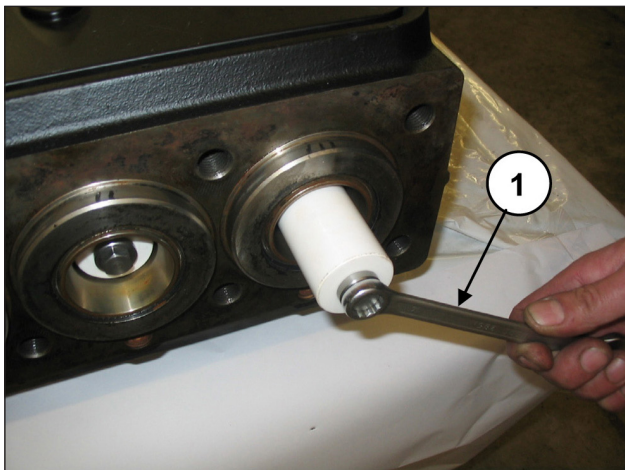

Abb. 132
Demontieren Sie die Kolben durch Abdrehen der Befestigungsschrauben (Pos. ①, Abb. 132). Streifen Sie den Kolben aus dem Dichtungshalter und überprüfen Sie die Kolbenoberfläche auf etwaige Kratzer, Verschleiß- oder Kavitationsanzeichen.